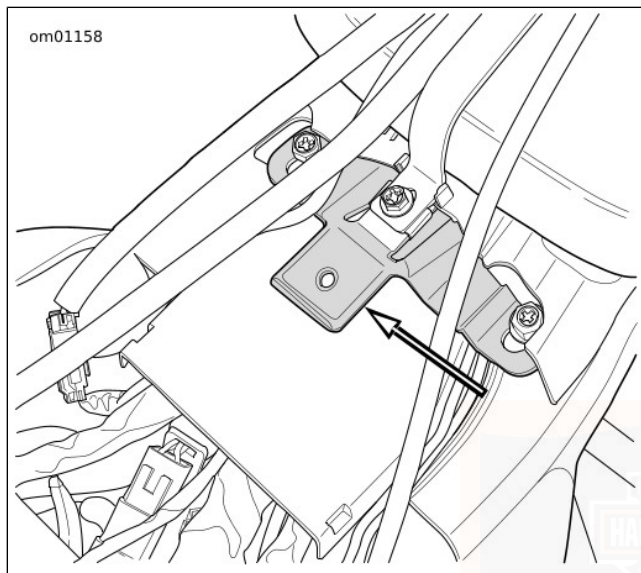

Abbildung 81. Sitzunge
8. Siehe Abbildung 81. Den Sitz nach vorne drücken und die Hinterkante des Sitzes anheben, bis die Halterung über dem Tour-Pak (falls vorhanden) vorbei passt. Den Sitz leicht nach hinten drücken, um die Zunge aus dem Schlitz des Sitzes zu lösen.
3. Siehe Abbildung 81. Den Sitz an der Rückseite etwa 76,2 mm (3 in) anheben und mit der anderen Hand kräftig nach unten und hinten drücken, bis die Zunge in den Schlitz des Sitzes eingreift.